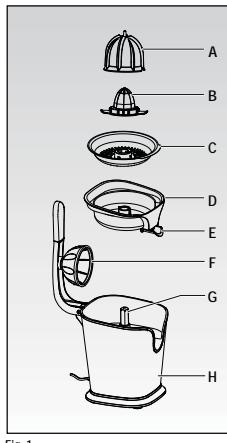

Fig. 1
#### DESCRIPTION OF THE APPLIANCE (Fig. 1)
#### DESCRIPTION DE L'APPAREIL (Fig. 1)
#### GERÄTEBESCHREIBUNG (Abb. 1)
**DESCRIPCION DEL APARATO (Fig. 1)**